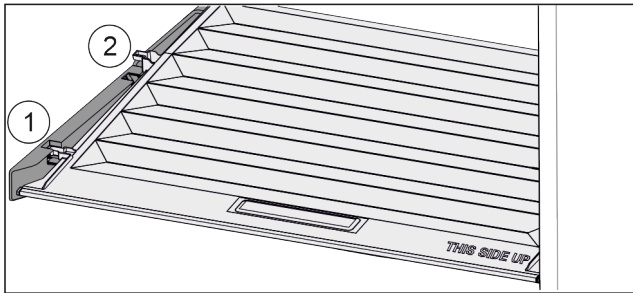

Fig. 134
- ▶ Издърпайте напред Fig. 134 (1) капака до отвора в задържащите части.
- ▶ Повдигнете го отзад отдолу и отстранете Fig. 134 (2) нагоре.